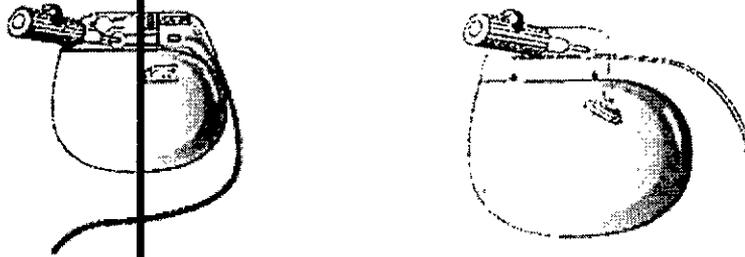

Figura 5. Apriete los tornillos de fijación en el botón de silicona
4. Introduzca completamente la llave dinamométrica en cada botón de silicona del bloque de conexión y apriete los tornillos de fijación (Figura 5).
Nota: La llave dinamométrica debe estar orientada en el mismo ángulo que el tornillo de fijación (Figura 5).